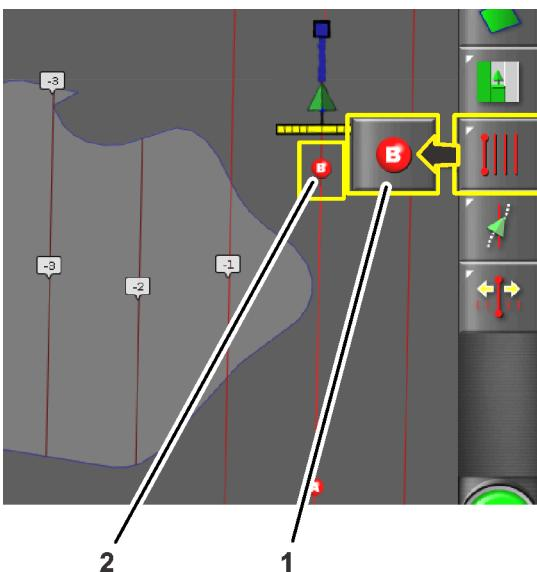

**Bild 12**
5. Drücken Sie das Symbol für den Einstellpunkt A (Bild 12).